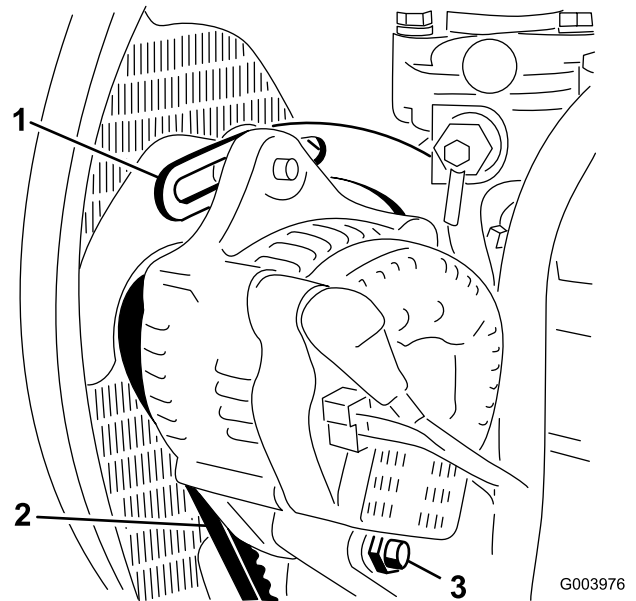

图67
- 检查交流发电机皮带张紧力的方法：使用 10kg 的力按压交流发电机和曲轴箱皮带轮之间的皮带（图 67）中间位置。
- 松开将皮带环形支架固定到发动机（图67）的螺栓，以及将交流发电机固定到皮带环形支架上的螺栓和枢轴螺栓。